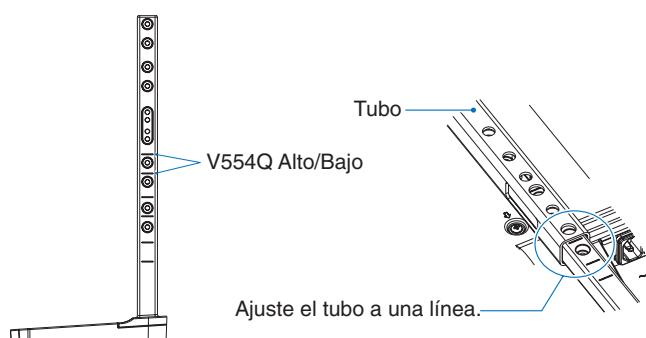

Figura 3
1. Las líneas de la barra de soporte indican las alturas de ajuste (**Figura 3**). Ajuste el tubo a las líneas.